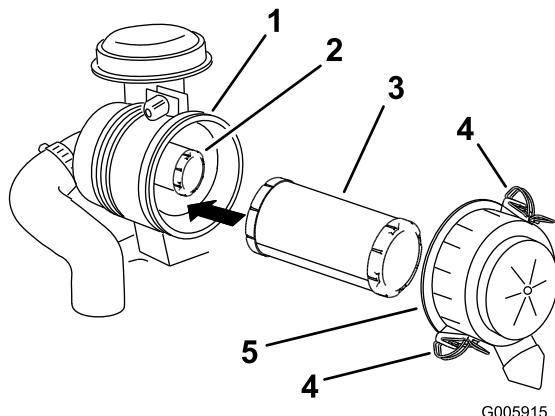

Figura 32
- Abra los cierres del limpiador de aire y tire de la tapa del limpiador de aire para separarla de la carcasa del limpiador de aire (Figura 32).
- Extraiga con cuidado el filtro primario del cuerpo del limpiador de aire (Figura 32). Evite golpear el filtro contra el lado de la carcasa.
2. Si va a cambiar el filtro secundario, deslícelo cuidadosamente en el cuerpo del filtro (Figura 32).
3. Deslice cuidadosamente el filtro primario por encima del filtro secundario (Figura 32). Asegúrese de que está bien asentado empujando sobre el borde exterior del filtro mientras lo instala.
4. Instale la tapa del limpiador de aire con el lado que lleva la palabra **UP** hacia arriba, y fije los cierres (Figura 32).
3. Abra los cierres del limpiador de aire y tire de la tapa del limpiador de aire para separarla de la carcasa del limpiador de aire (Figura 32).
5. Extraiga con cuidado el filtro de aire de la carcasa del limpiador de aire (Figura 32). Evite golpear el filtro contra el lado de la carcasa.
2. Deslice el filtro de aire con cuidado en la carcasa (Figura 32).
3. Instale la tapa del limpiador de aire con el lado que lleva la palabra **UP** hacia arriba, y fije los cierres (Figura 32).